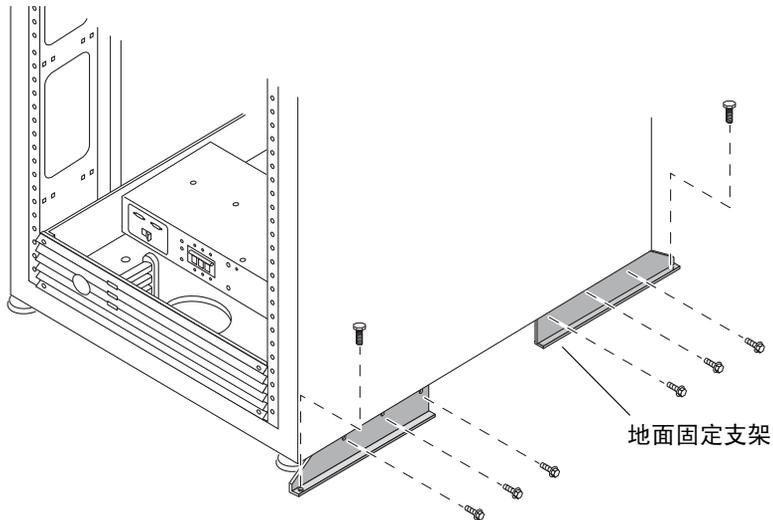

图 2-7 安装地面固定支架
2. 使用 7/16 英寸棘轮扳手，用刚才拧下的六颗固定螺丝将右侧的地面固定支架固定至系统的前部和后部（图 2-7）。